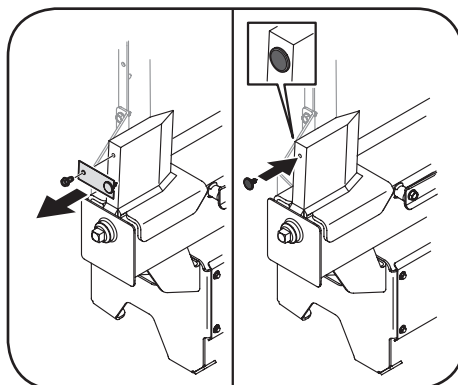

Figura 3-9
12. Retire y deseche el tornillo situado en la parte superior de la parte trasera de la cuña. Luego separar e instalar push-in tapón de purga de aire en el mismo agujero del tornillo fue retirado. Vea la Figura 3-9.